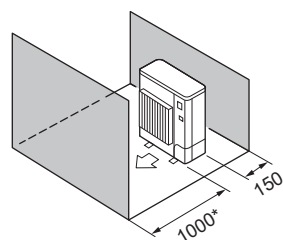

Fig. 2-11
- (5) Enbart hinder på framsidan och baksidan (Fig. 2-11)